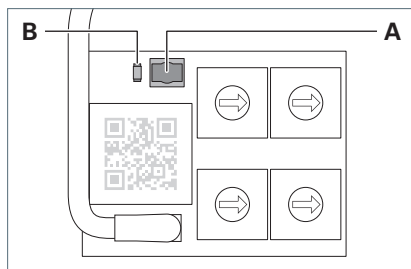

Fig. 10: Tasto e LED.
- Premere il tasto **A** e tenerlo premuto per cinque secondi, vedere Fig. 10.